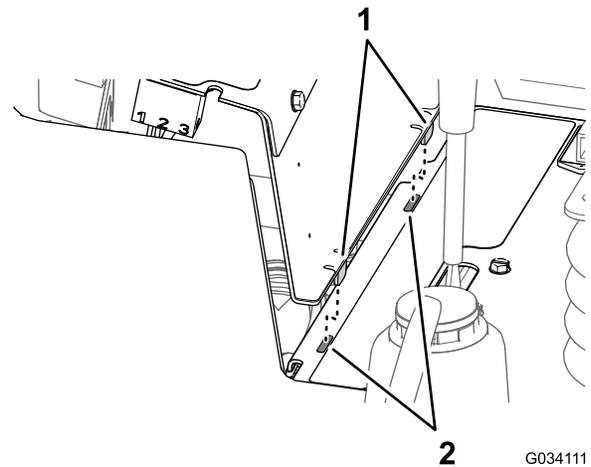

Figura 58
2. Alinhe as duas patilhas no fundo do painel lateral com duas ranhuras na estrutura pela consola (Figura 58).